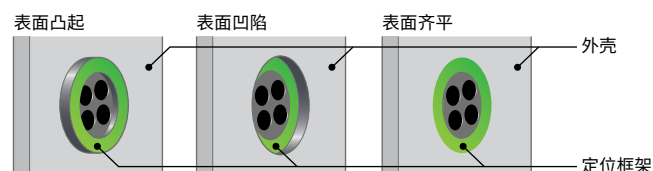

图4：用于确定背胶型透气阀正确位置的目标环
- 可在需要采用透气阀的外壳上标记或划定“目标区”，以提高放置的精确度（图4）